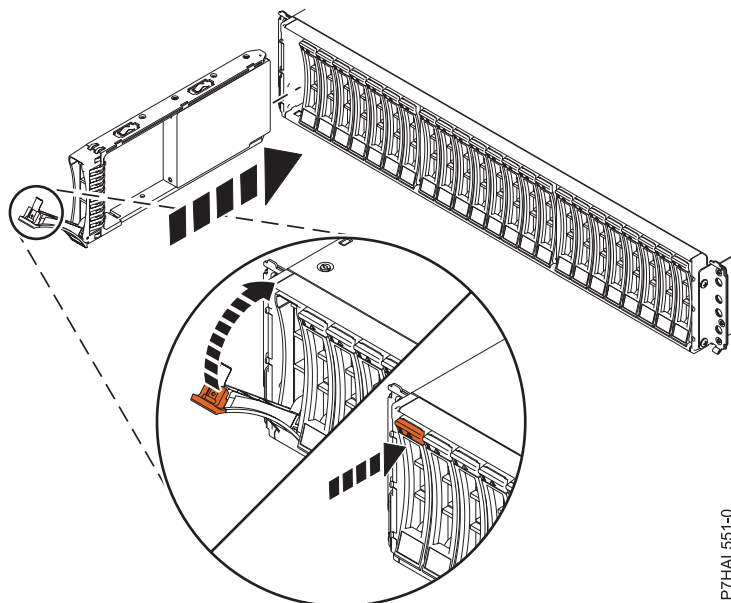

Figura 13. Instalación de la unidad de disco en Alojamiento de unidad de disco 5887
1. Con el asa en la posición de desbloqueo, consulte Figura 13, sostenga la unidad por la parte inferior mientras la alinea con los rieles de guía de la unidad de expansión.